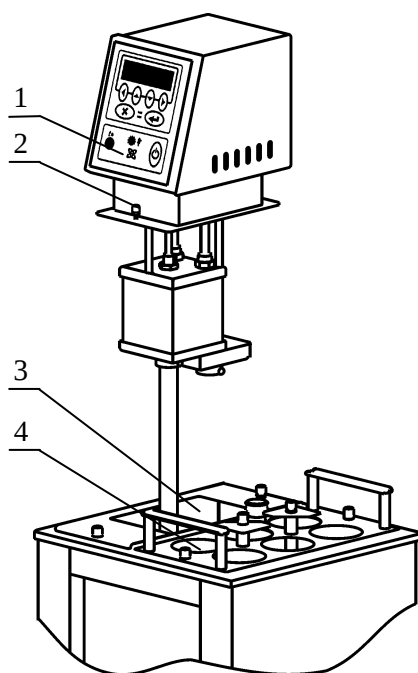

Рисунок 3 — Установка блока регулирования
2.2.4 Установить блок регулирования температуры 1 в отверстие в крышке ванны термостата 3 (рисунок 3). После установки закрепить блок регулирования на ванне винтовыми фиксаторами 2.